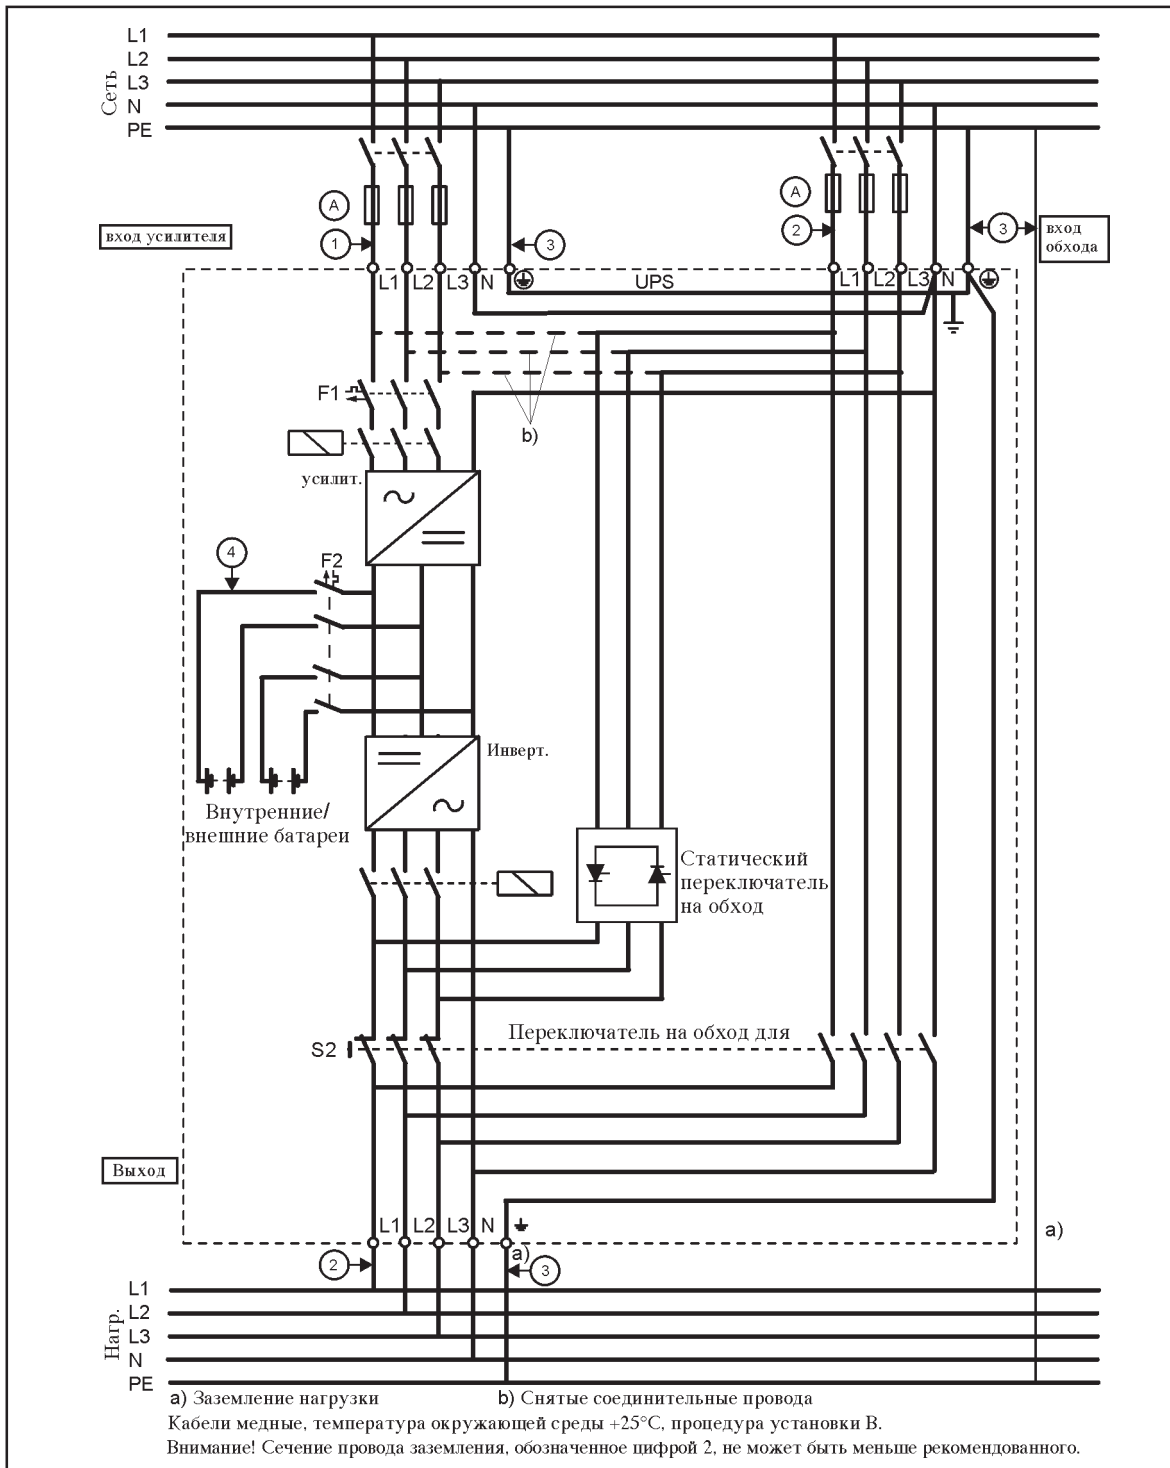
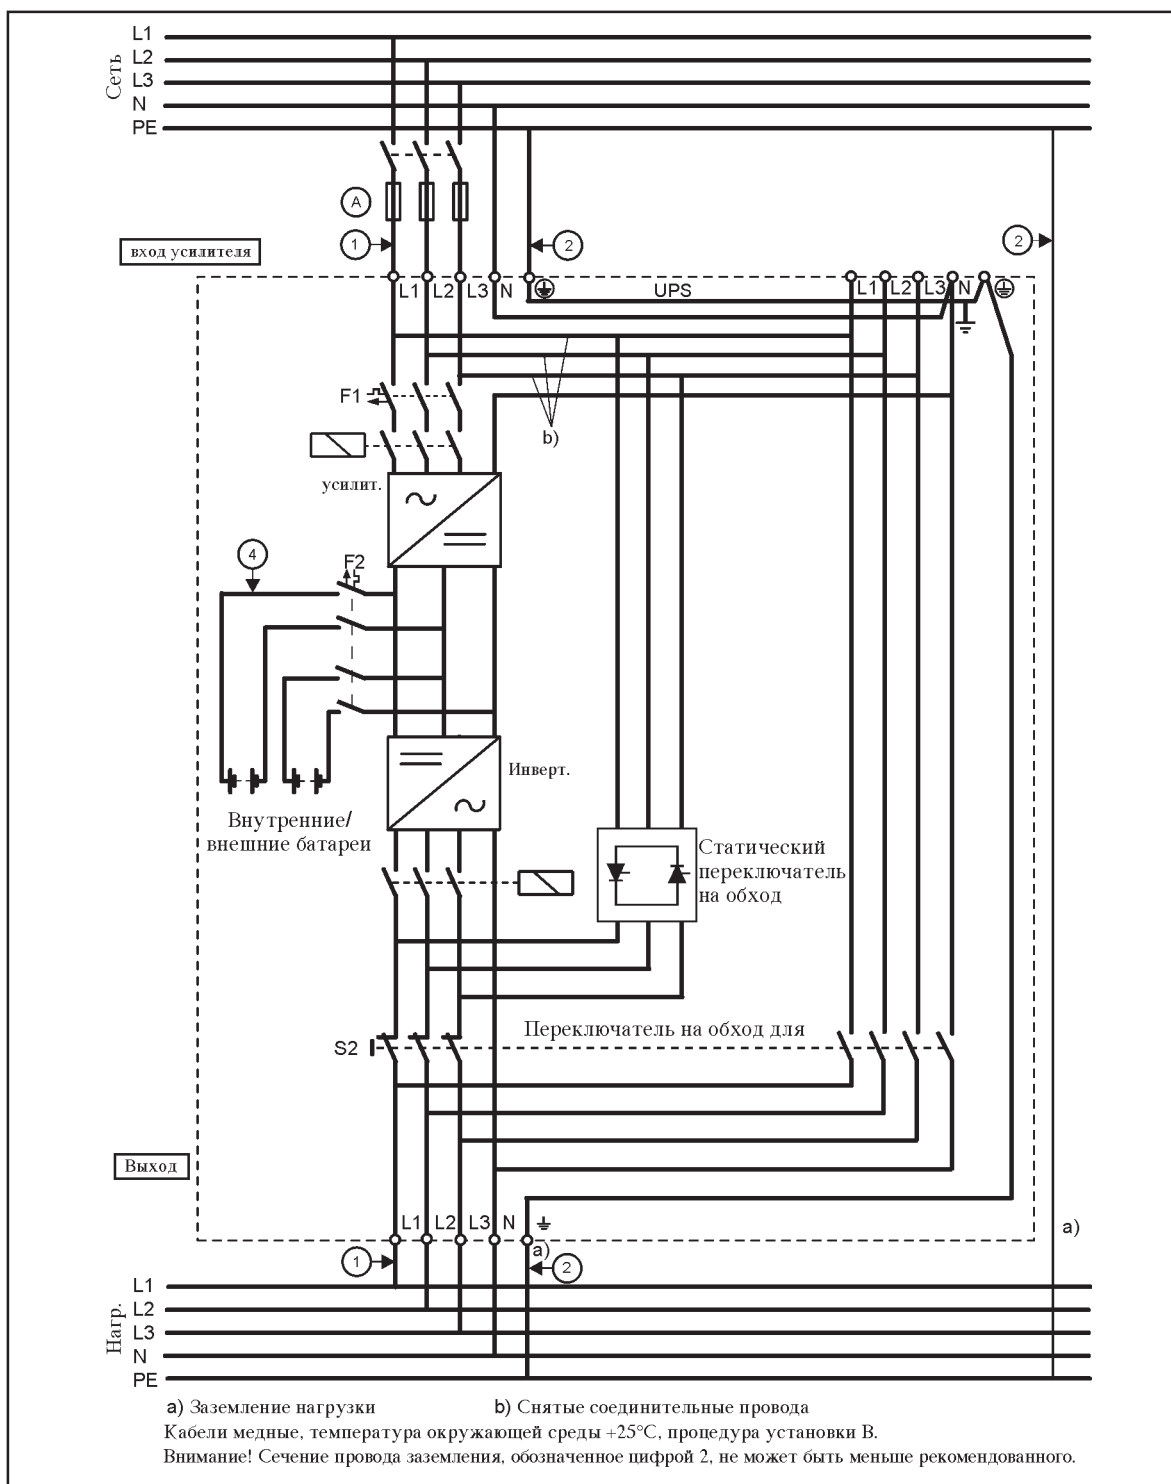

Рис. 5. Пяти-проводная установка ИБП для моделей от 7,5 до 15кВА с двумя входами.
Рис. 6. Пяти-проводная установка ИБП для моделей от 7,5 до 15 кВА с одним входом.
1. Проверьте, что электропроводка на месте подключения ИБП выполнена в соответствии с общими требованиями. Также проверьте соответствие плавких предохранителей и сечения проводов, указанных на рис.5 для, рис.6 Это зависит от того, какой способ подключения ИБП используется - на два входа ИБП или на один.
5. ИБП подключается в соответствии с рис.5 или рис.6. Это зависит от того, какой способ подключения ИБП используется - на два входа или на один. Стандартная модель NS.
Таблица 2. Параметры кабелей и предохранителей для пяти-проводной установки ИБП моделей от 7,5 до 15 кВА с двумя входами. Проверьте, чтобы цифры на предохранителях и буквы на кабелях совпадали со значениями, приведенными на рис. 5.
Таблица 3. Параметры кабелей и предохранителей для пяти-проводной установки ИБП моделей от 7,5 до 15 кВА с одним входом. Проверьте, чтобы цифры на предохранителях и буквы на кабелях совпадали со значениями, приведенными на рис. 6.